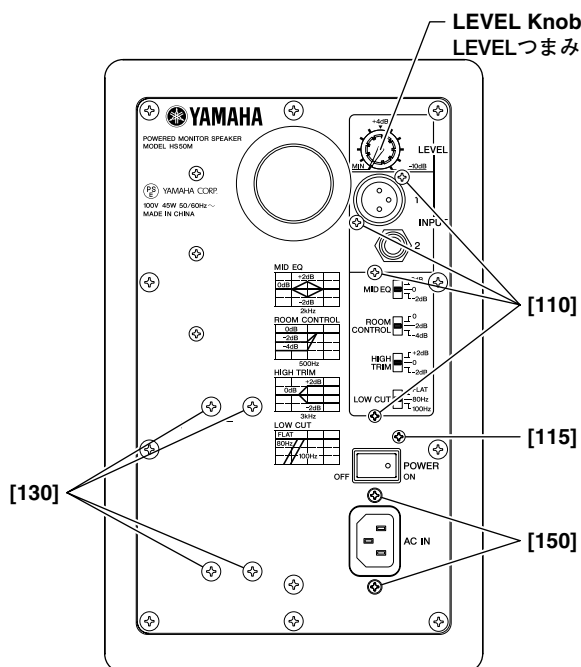

Fig. 3 (図 3)
- 5-2 [110]のネジ4本と[115]のネジ1本を外します。(図 3)
- 5-3 LEVELつまみと[E]の六角ナットおよび[D]のワッシャを外します。(図 3、写真 5)
- 6-2 Remove the four (4) screws marked [130]. The TRANS circuit board with the power transformer can then be removed. (Fig. 3)
- 7-2 Remove the two (2) screws marked [150]. (Fig. 3)
- 6-2 [130]のネジを4本外し、TRANSシート(電源トランス付)を外します。(図3)
- 7-2 [150]のネジを2本外します。(図3)